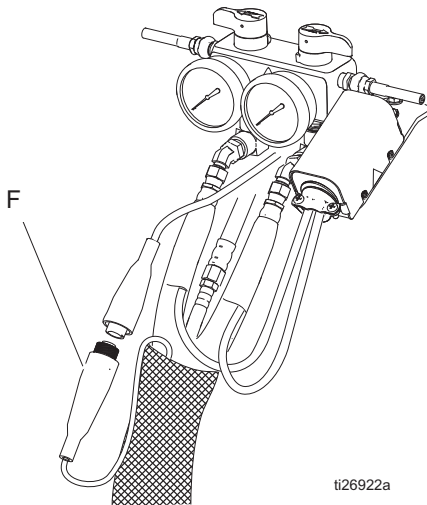

FIG. 11. Tubo riscaldato
3. Scollegare il cavo FTS (F) in corrispondenza del Reactor, FIG. 11.